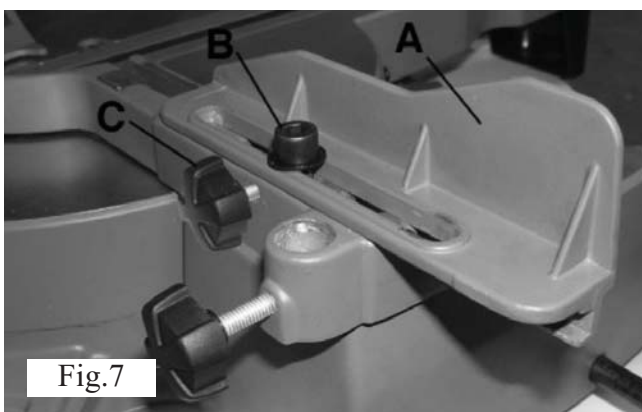

Fig.7
Sågen har en anslagsskena som kan förlängas (A) fig. 7 i båda ändar så att längre arbetsstycken kan hanteras stabilt. Tänk på att förlängningarna måste vara maximalt utdragna vid brant snedkapning så att förlängningarna inte kommer i kontakt med motorhus eller klingskydd. Så här justerar du förlängningarna:
1. Lossa låsskruven (B) till förlängningens låsvred med den medföljande sexkantsnyckeln.
2. Lossa förlängningens bakre låsvred (C).